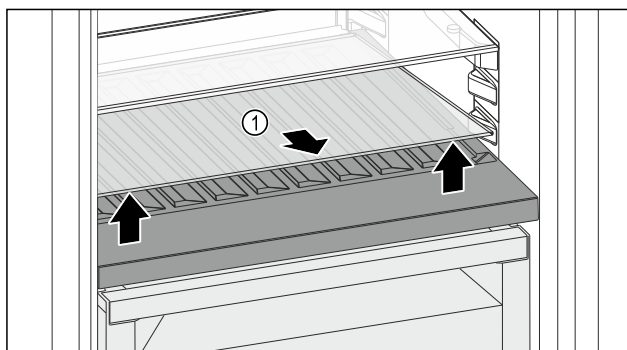

Fig. 149
- Ngrini lart përpara pllakën e xhamit Fig. 149 (1) te foleja dhe tërhiqeni jashtë.
- Ruani të sigurt pllakën e xhamit Fig. 149 (1) jashtë pajisjes.
- Vendoseni pllakën e xhamit (2) nën raftin mbajtës të ndryshueshëm të shisheve.